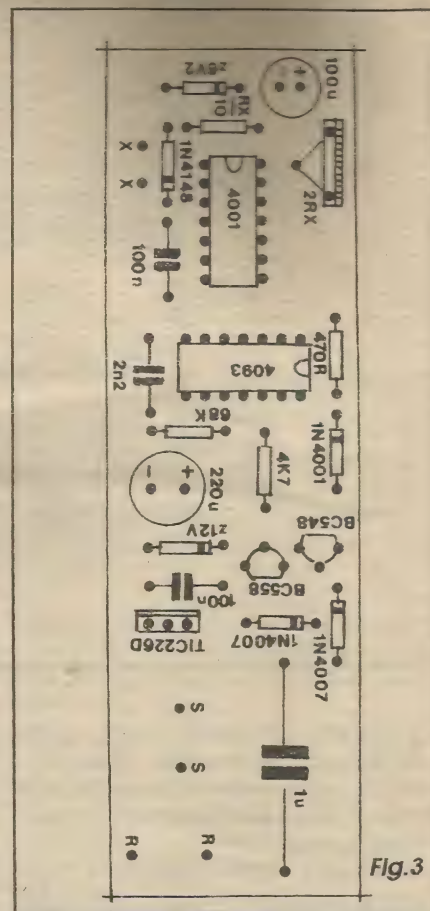

Fig.3
- FIG. 3 - CHAPEADO DA MONTAGEM - A *outra* face da placa (não cobreada), com o diagrama estilizado de todos os principais componentes, com seus valores, códigos, polaridades e outras informações práticas, é vista na figura... Quem ainda for *muuto* *tiubeante* nessa parte prática das montagens, poderá recorrer ao TABELÃO APE, na busca de auxílio para a identificação de terminais, leitura de códigos de valores de componentes, etc. De qualquer modo, apenas dedicando um pouco de atenção, qualquer um poderá levar a bom termo a inserção/soldagem dos componentes à placa... Ob-